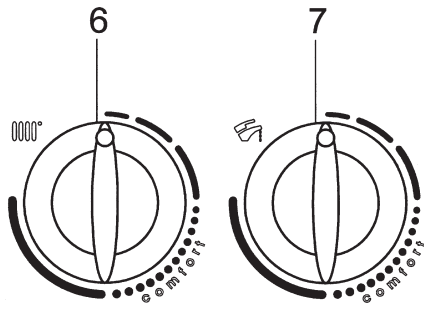

Fig. 28A
- 1) Turn the control knobs 6 and 7 (figure 26) fully counter-clockwise to their minimum positions as shown in figure 28A.
- 1) tourner les boutons 6 et 7 (figure 26) dans le sens inverse des aiguilles d'une montre en les mettant sur la valeur minimum, comme le montre la figure 28A;